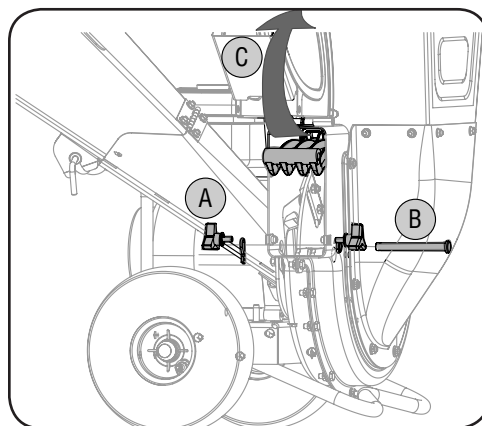

Figura 4-1
2. Si está instalada, retire la bolsa de residuos. Saque las dos perillas mariposa de ambos lados del deflector del canal y gírela hacia arriba. Vea A en Figura 4-1.
3. Saque el broche de horquilla del pasador de horquilla que se extiende a través de la caja del motor y de la pantalla de la trituradora. Vea B en Figura 4-1. Saque el pasador de horquilla.
4. Pivote hacia arriba la pantalla de la trituradora. Vea C en Figura 4-1. Limpie los alrededores barriendo los residuos.
1. Saque el broche de horquilla del pasador de horquilla que se extiende a través de la caja del motor y de la pantalla de la trituradora. Vea B en Figura 4-1. Saque el pasador de horquilla.
2. Pivote hacia arriba la pantalla de la trituradora. Vea C en Figura 4-1. Limpie los alrededores barriendo los residuos.